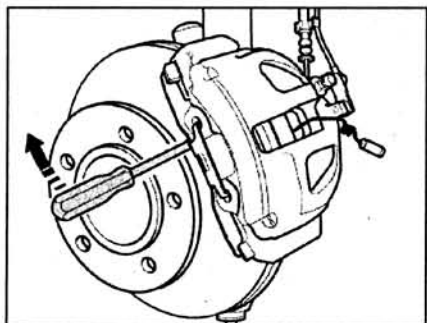

Рис. 7.2. Извлеките фиксатор колодок с помощью отвертки.
2. Извлеките фиксатор колодок с помощью отвертки (рис. 7.2).